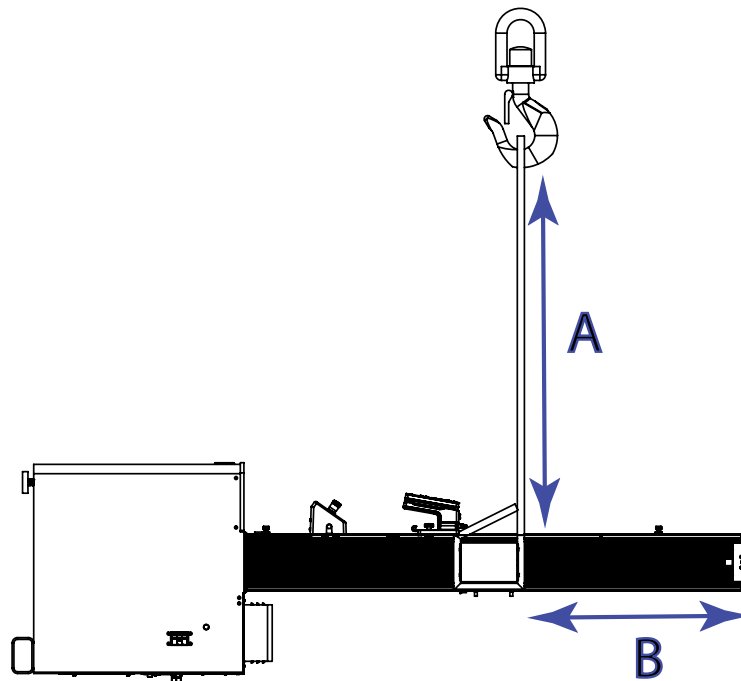

図 24. リフティングスリングの取り付け
2. 82 ページの図 24 に示すように、クロスヘッドにリフティングスリングを2本取り付け、クレーンフックに取り付けます。スリングの代わりにチェーンを使用する場合は、クロスヘッドとトッププレートに保護材を巻き、傷や擦れから保護してください。
スリングの長さ (82 ページの図 24 の A) は、トッププレートからの必要な距離 (82 ページの図 24 の B) より長くなければなりません。これにより、吊り上げ中にフックがフレームを傷つけることがなくなります。